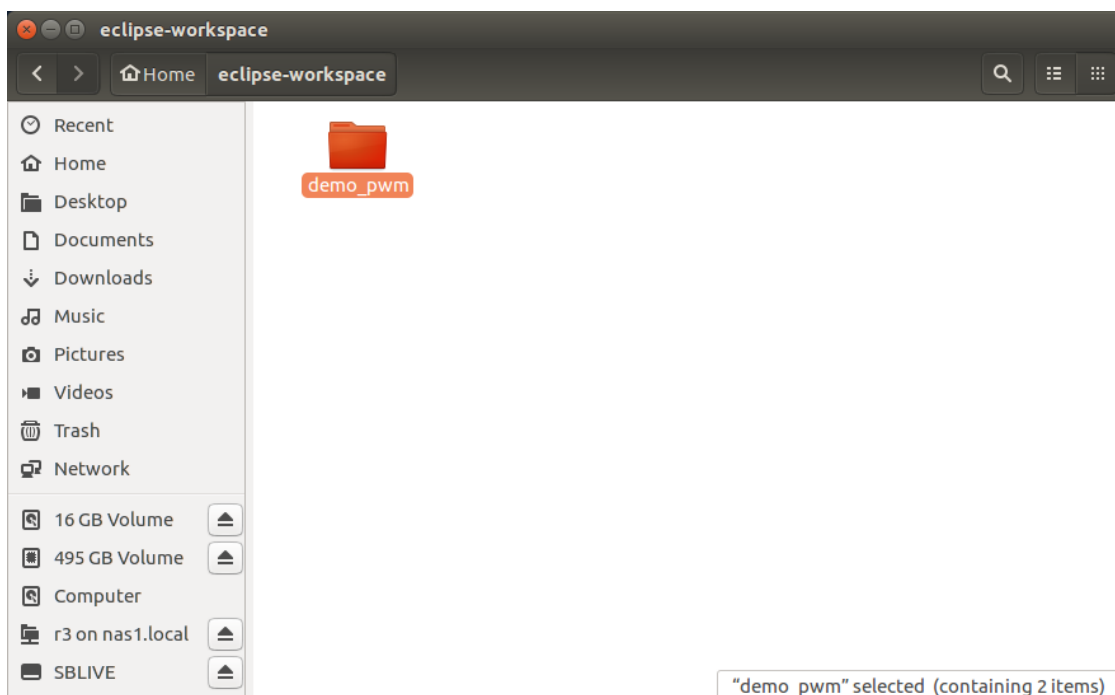

图4.2.1 修改文件名为 "demo\_pwm"
1. 将文件夹命名由 "blinking\_LED" 修改为 "demo\_pwm"，如图 4.2.1 所示。